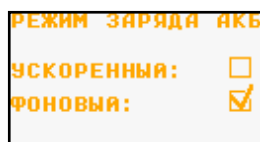

Рисунок 55 – Кадр пункта меню «РЕЖИМ ЗАРЯДА АКБ»
6.4.11.5 Пункт меню «РЕЖИМ ЗАРЯДА АКБ» (рисунок 55) предназначен для выбора одного из двух режимов заряда АКБ: